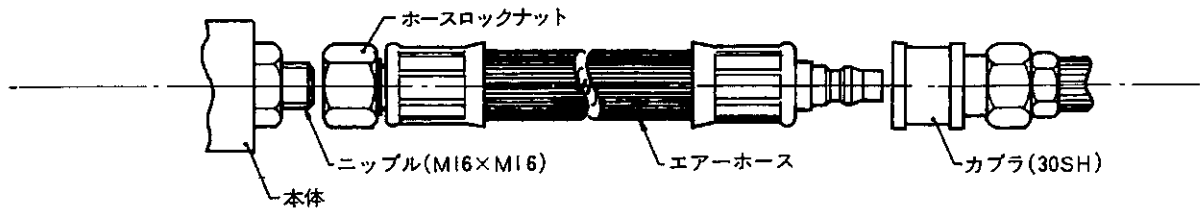

図3
#### 2-5 付属エアホースの使用方法(図3)
- 3) カプラを、本体に直接装着するとカプラの損傷が早くなりますので、図3のようにして使用されることをおすすめします。